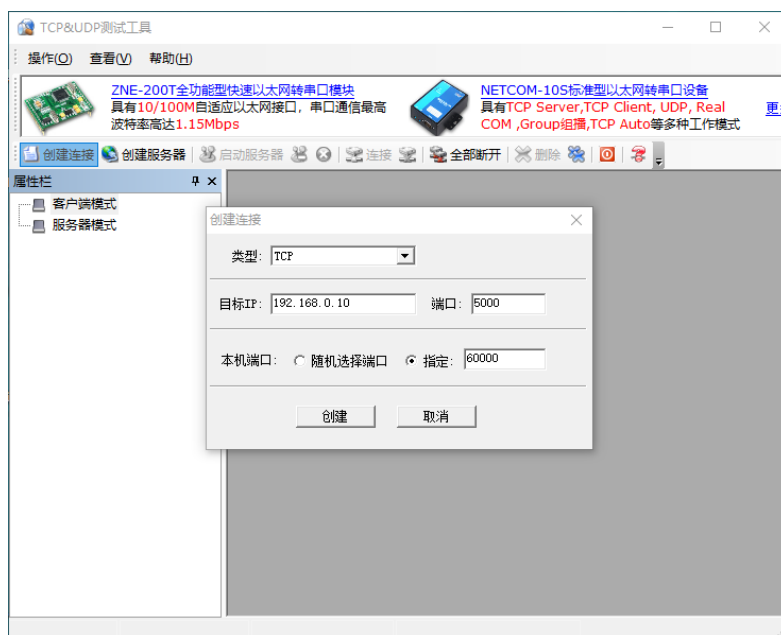

图 11-8 TCP Client 创建
(2) 将电脑 IP 设置为 192.168.0.1 (与模块内设置的远程 IP 一致), 打开“TCP&UDP 测试工具”, 创建连接端口设置为 60000, 其他参数设置如图 11-8 所示。